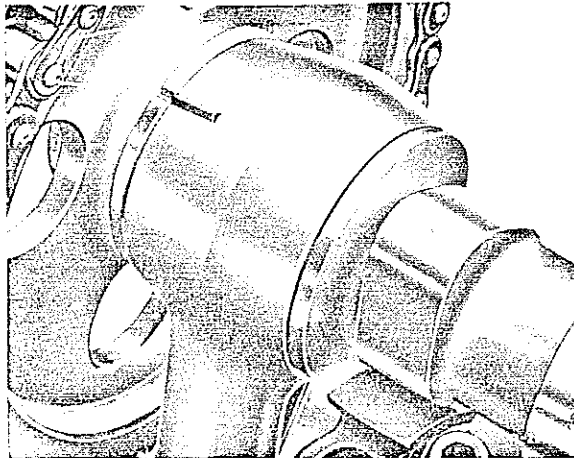

Fig.05-4/1
5. Slijp voor het uitbouwen van de oude ketting de beide kettingboutjes van een schakel door en verwijder de schakel. Verbind de nieuwe ketting met behulp van de verbindingsschakel met de oude ketting. Monteer de veersluiting (borging) op de juiste manier (zie fig.05-4/1).
Schuif de verbindingsschakel (2) van voren naar achteren naar binnen. Monteer de veersluiting (1) met het gesloten gedeelte in de draairichting gekeerd (zie fig.05-4/1).